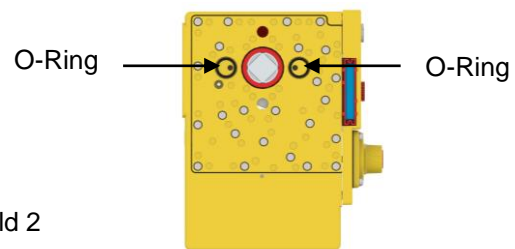

Bild 2
c) Befestigen Sie nun das Stellungsreglergehäuse auf dem Schwenkantrieb gemäß der in Bild 1 dargestellten Anordnung. Beachten Sie unbedingt, dass bei direkter Montage die 2 O-Ringe (siehe Bild 2) richtig in den beiden dafür vorgesehenen Vertiefungen ein-gelegt sind, denn nur so wird eine druckluftdichte Verbindung gewährleistet. Ein wenig Fett hilft dabei, die O-Ringe in ihrer Nut festzuhalten.